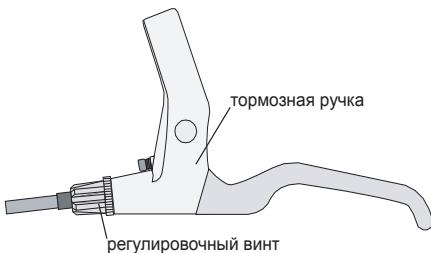
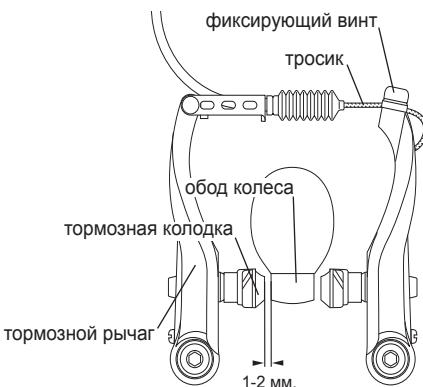

рис. 25
рис. 26
- закрутите до упора регулировочный винт на тормозной ручке и выкрутите на два оборота (рис. 25); Зафиксируйте трос на тормозном рычаге таким образом, чтобы расстояние между колодками и ободом составляло 1-2 мм (5 н/м)(рис. 26);
- нажимая тормозную ручку, при необходимости подкорректируйте регулировочным винтом расстояние между тормозными колодками и ободом колеса (рис. 25);